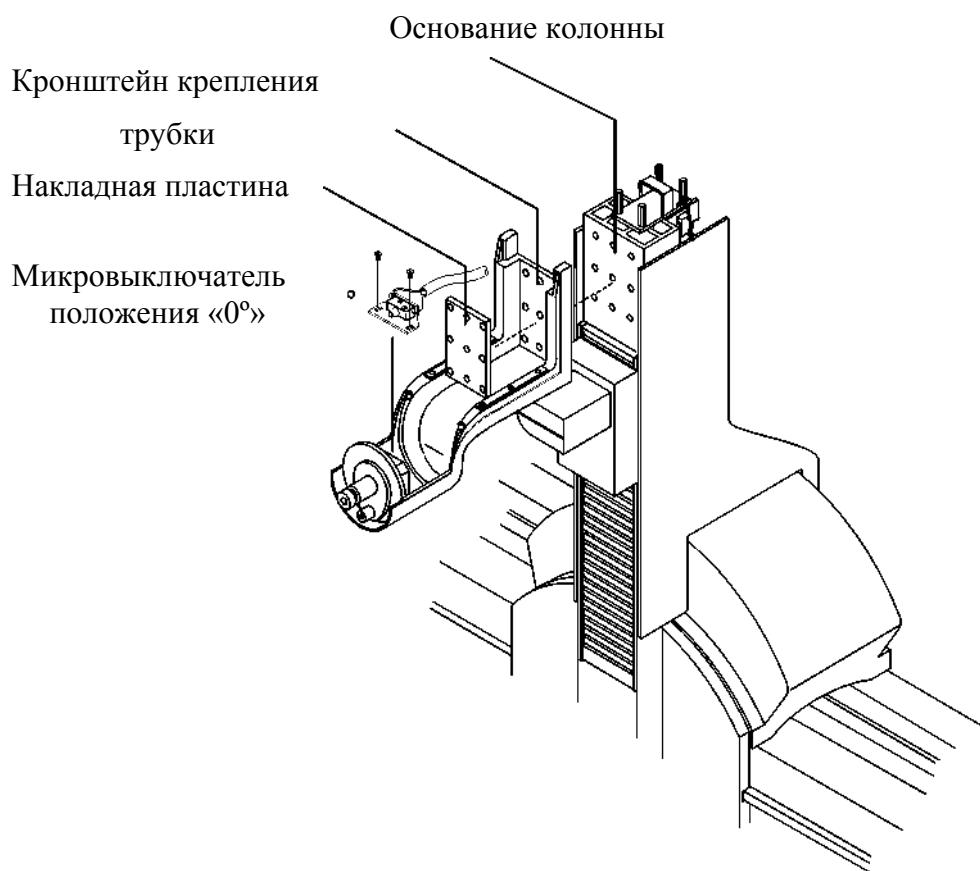

Рис. 3-1.
2. Придвиньте кронштейн крепления трубы к верхней части колонны и, в то же время, установите накладную пластину таким образом, чтобы девять фиксирующих отверстий на частях, которые нужно собрать (накладная пластина - кронштейн крепления трубы – основание колонны) были на одной линии (Рис. 3-1).